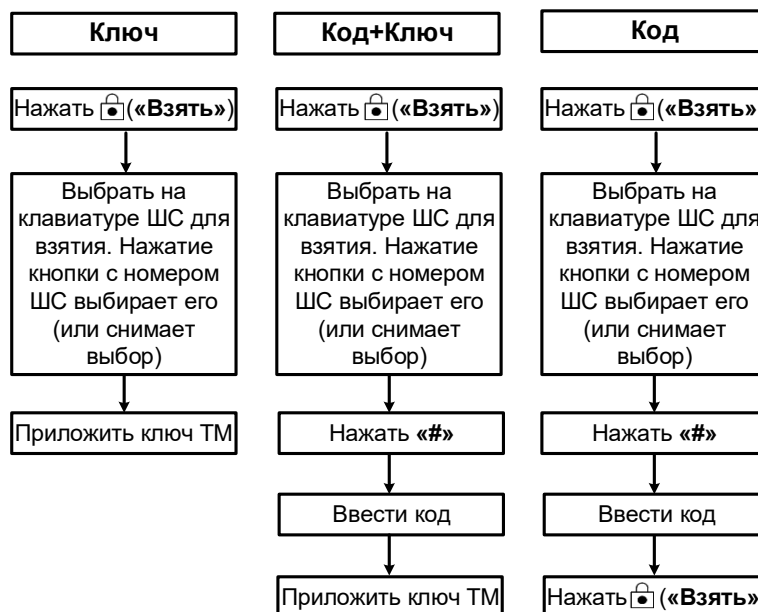

Рисунок 3 – Постановка под охрану с выбором шлейфов
- Если необходимо взять под охрану часть шлейфов (частичное взятие с выбором шлейфов), нажать на кнопку  («Взять») (при этом можно убедиться по индикаторам, что нужные шлейфы находятся в состоянии «Норма»), затем выбрать с помощью клавиатуры нужные шлейфы (по умолчанию для взятия выбраны все шлейфы, кнопками «0» - «9» можно выбрать нужный шлейф или снять выбор (см. рисунок 3), нажать кнопку «#» и ввести код идентификации хозоргана одним из способов, указанных в п. 2.1 и на рисунке 3;
- Если необходимо снять с охраны часть шлейфов (частичное снятие с выбором шлейфов), нажать на кнопку  («Снять»), затем выбрать с помощью клавиатуры нужные шлейфы (по умолчанию для снятия выбраны все шлейфы, кнопками «0» - «9» можно выбрать нужный шлейф или снять выбор (см. рисунок 3), нажать кнопку «#» и ввести код идентификации хозоргана одним из способов, указанных в п. 2.1 и на рисунке 3;